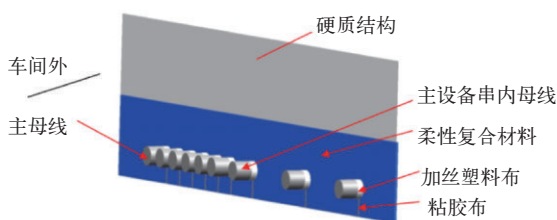

图3 移动式装配车间两侧结构
1) 车间密封性设计。移动式装配车间外墙采用 5 cm 的保温层夹心彩钢板，彻底封堵顶棚与外墙的间隙。车间两侧采用柔性高密度聚酯纤维复合材料与外墙硬质结构相连式结构，柔性复合材料外侧敷设防雨布、遮阳布，进一步密封、防雨并隔温，柔性密封门帘长度较硬质结构距离地面高度长 50 cm ，以便使用沙包压覆柔性复合材料实现车间两侧包装的密封防水。四周边角、轨道和软布帘搭接处使用软布二次封堵，达到双层防尘。车间两端柔性密封门帘预留9个防尘接口，末端带有捆扎绳，内侧使用拉链、外侧使用粘接布粘接的形式进行双层密封，如图3所示。